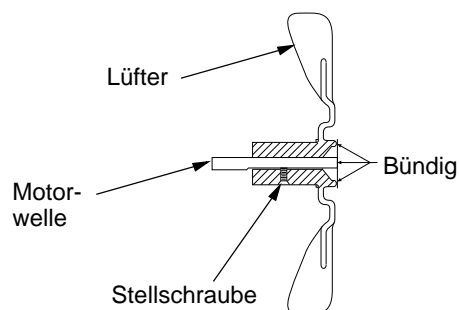

Abbildung 27 - Lüfterquerschnitt
6. Den Lüfter wieder auf der Motorwelle anbringen. Die Lüfternabe bündig mit dem Ende der Motorwelle plazieren (siehe Abb. 27).